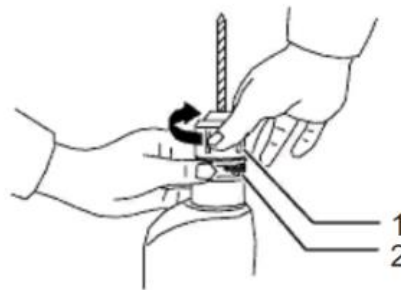

Рисунок 2.2.1. установка оснастки.
3. Держите рисунок неподвижно нижней муфту патрона «2» и поверните до упора по часовой стрелке верхнюю муфту патрона «1» (рисунок 2.2.1.) для фиксации оснастки.